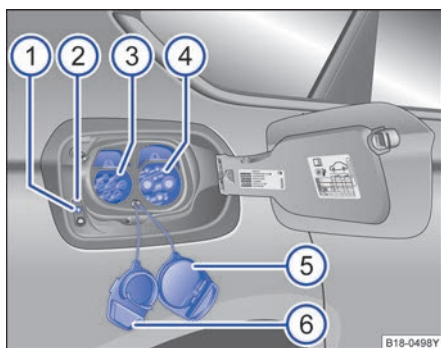

图 111 充电插座。
⇒ 图 111 的图例：
- 若成功连接，则 ⇒ 图 111 ② 充电状态指示灯亮黄色，组合仪表的显示屏中出现指示灯